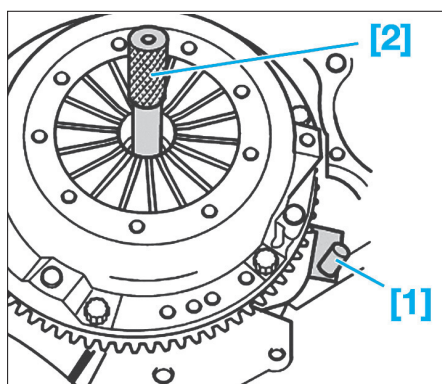

FIG. 3
- Lors de la dépose, permuter l'outil [1] (Fig.3).